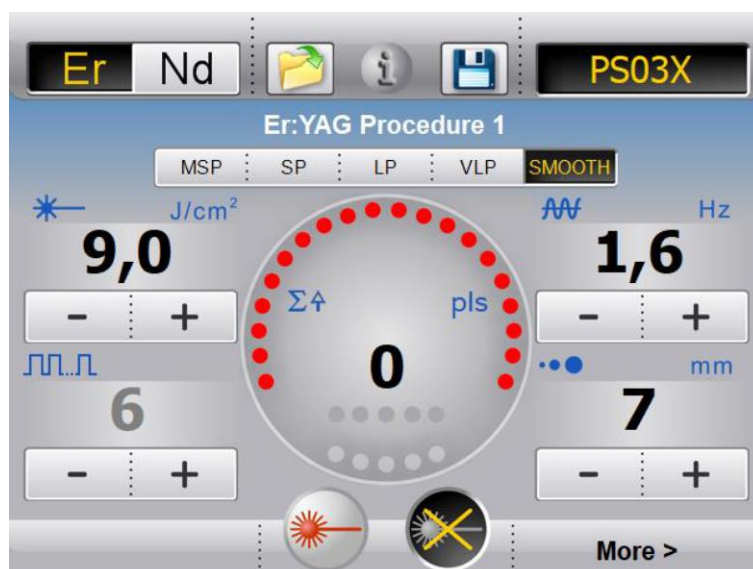

Рисунок 4.9: Пример рабочего экрана (TimeWalker AT).
- Нажмите на кнопку «» (см. рисунок 4.9) на сенсорном экране для вызова экрана отображения группы Application (приложение).